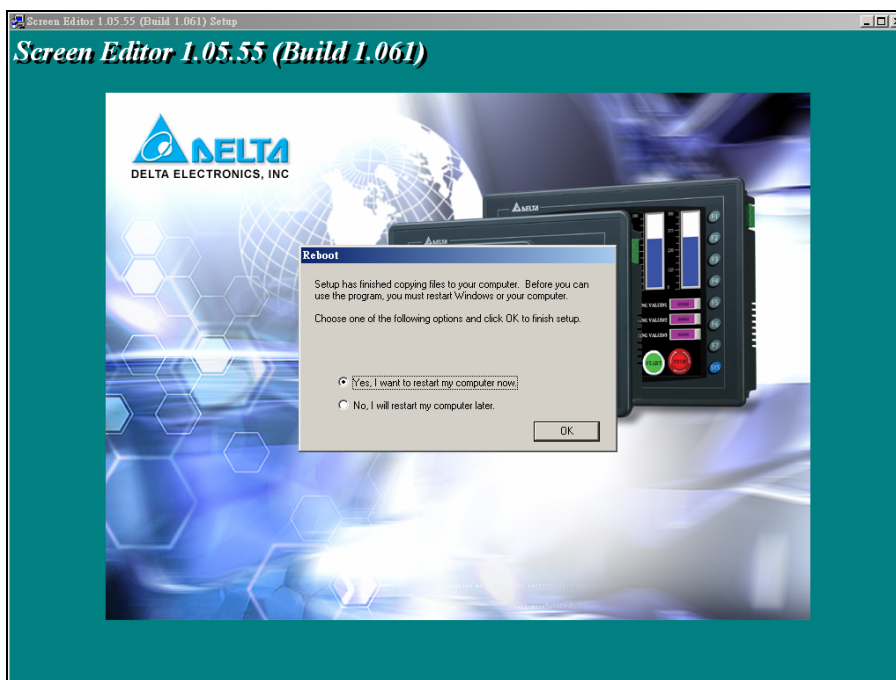

Рис. 2.1.7 Завершение установки
6. Шаг 6: В конце установки откроется следующее окно, в котором надо нажать **Finish** для завершения установки программы. (Рис. 2.1.7)